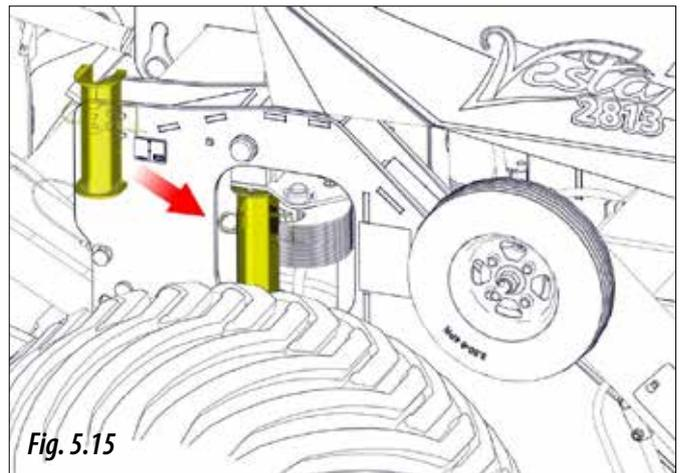

Fig. 5.15
**6-** Placer les deux cales de transport sur les cylindres du chariot (figure 5.15) et bloquer la position à l'aide des pièces de sécurité.